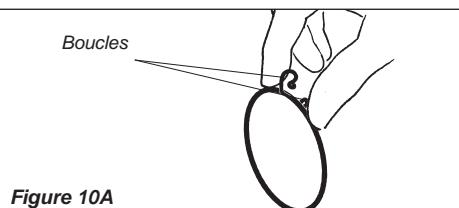

Figure 10A
- Installer étrangler le porte-câble juste avant du 102 mm le serre-joint, pinçant des boucles ensemble pour ajuste par-dessus la fin de tube flexible. Voir des Figures 10A et 10B.